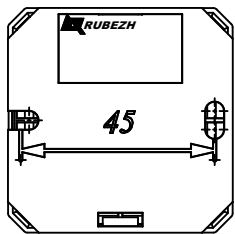

Рисунок 3 – Установочные размеры для AM-1 прот.R3
- смонтировать адресную метку на DIN-рейку или на стену, используя отверстия в основании (Рисунок 3, 4);